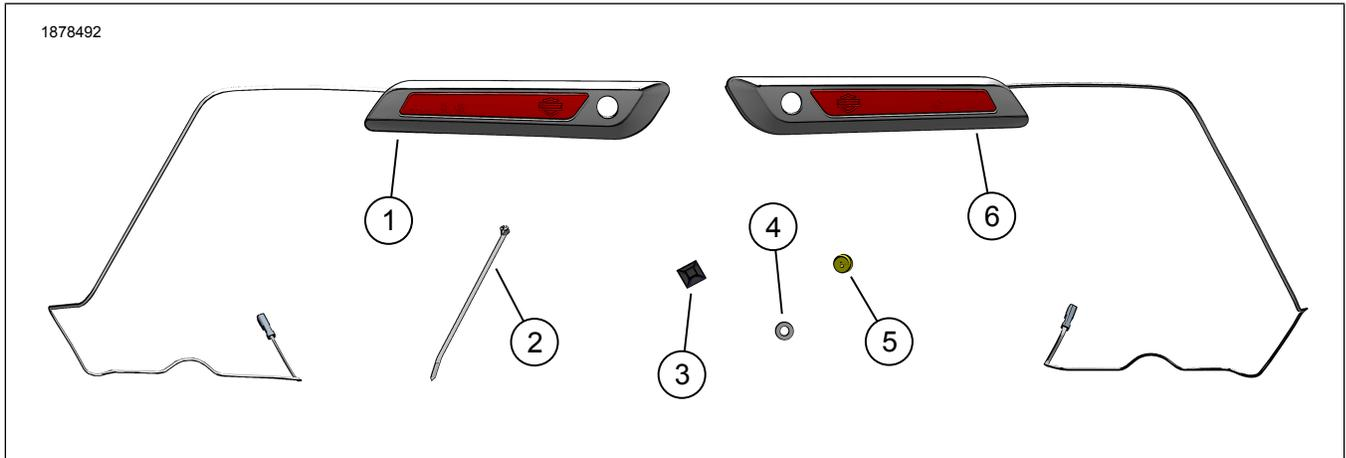
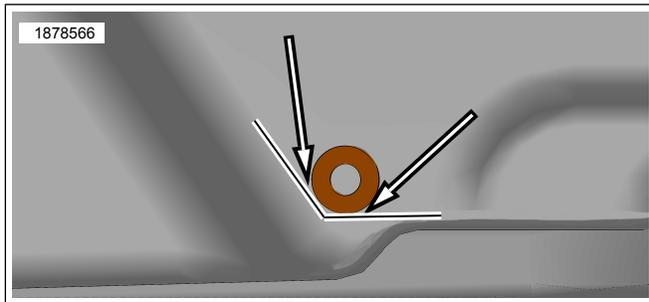

Abbildung 1. Inhalt des Satzes: Seitenkoffer-Begrenzungsleuchten-Satz
Abbildung 5. Position der oberen Seitenkofferbohrung
- b. Siehe Abbildung 1 und Abbildung 5 . Die flache Unterlegscheibe (4) aus dem Satz als Führung für die Bohrung verwenden, indem die Unterlegscheibe flach so gegen die Oberfläche des Seitenkoffers gelegt wird, dass ihr Radius die Seite und den Boden des Seitenkoffers berührt.
Siehe Abbildung 1. und Siehe Abbildung 6. Den Kabelbaum im Seitenkoffer wie abgebildet verlegen und mit Kabelbindern (2) und Ankern (3) befestigen, um die Position des Kabelbaums beibehalten wird.